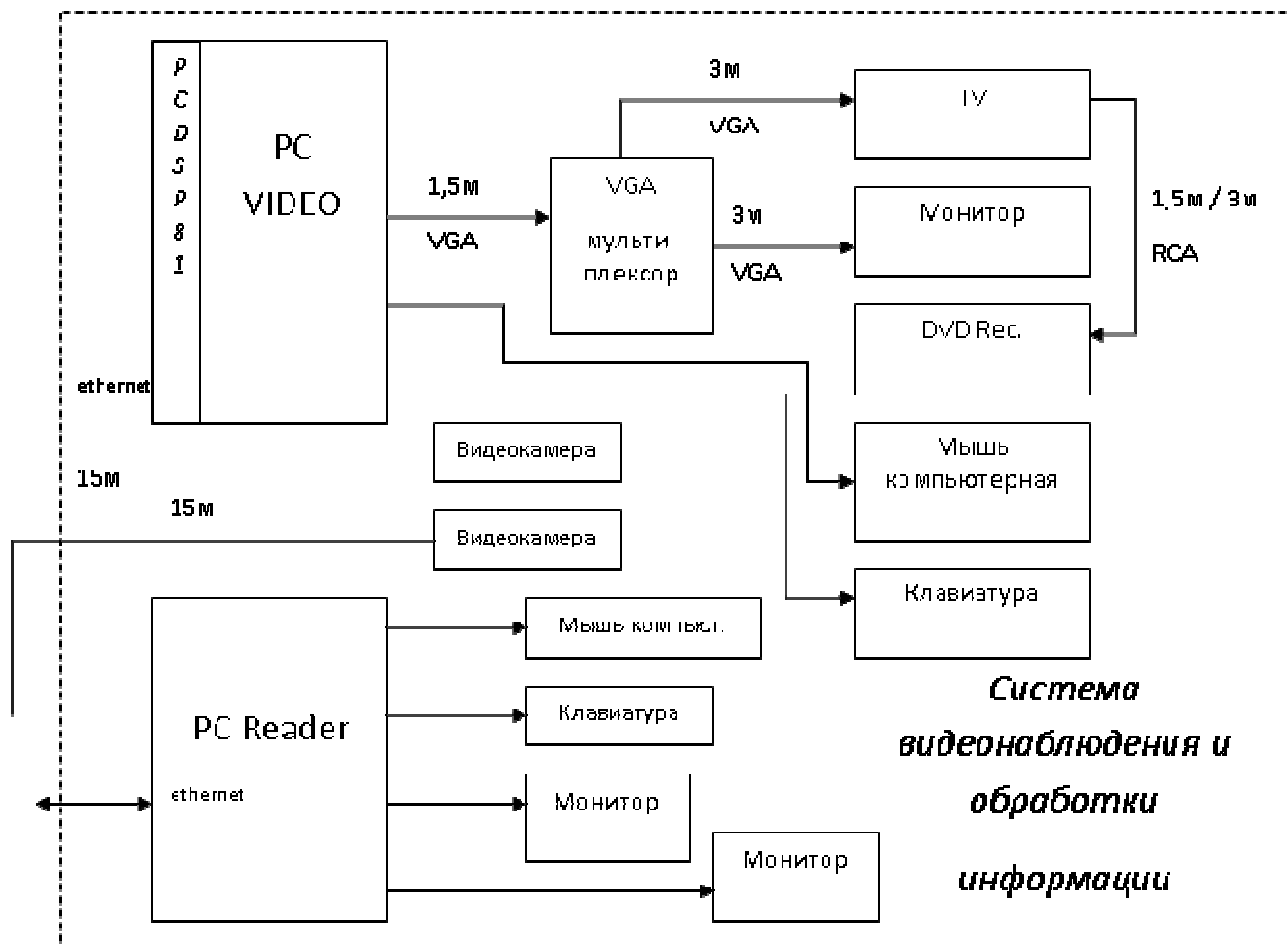

Рисунок 1. Структурная схема СВиОИ
Структурная схема СВиОИ представлена на Рис.1
2.2.4.1.1 Проверка правильности расположения и подключения аппаратуры на соответствие структурной схеме СВиОИ производится внешним осмотром. Структурная схема СВиОИ приведена на рис. 1. Контролю подлежат: расположение плат в ЭВМ; правильность подключения сетевых кабелей к разъемным соединениям сетевого коммутатора, источникам питания, к соответствующим устройствам, остальных кабельных соединений.